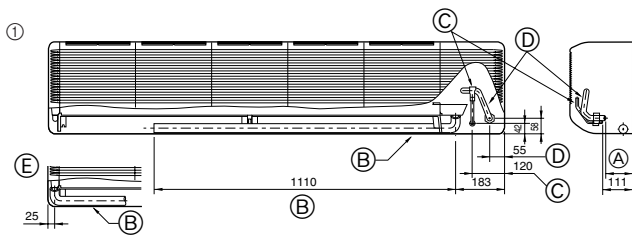

Fig. 4-3
- ① Plaats van de koelstof- en afvoerpijpen (Fig. 4-3)